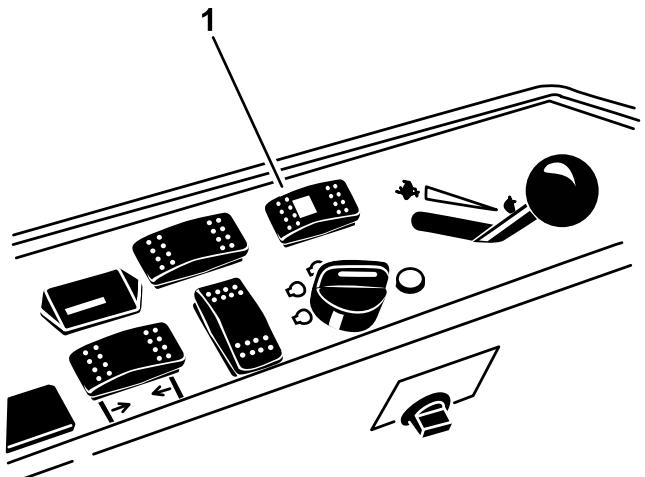

Figura 40
1. Pressione o interruptor do seletor de tração (tração às quatro rodas) para posição traseira (Figura 40).